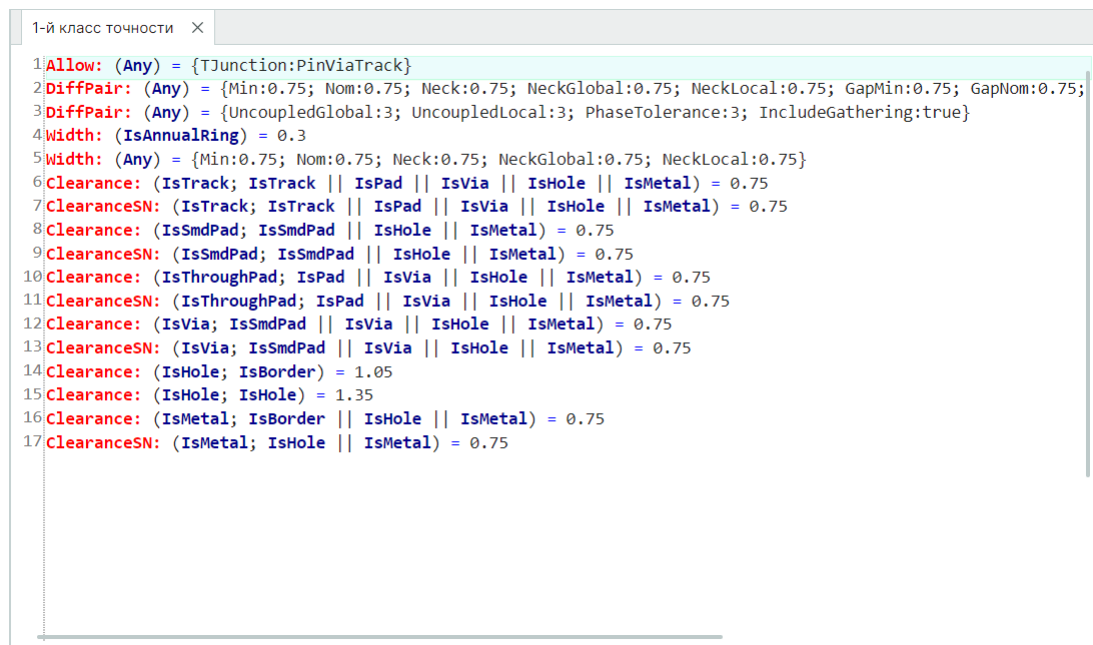

Рис. 123 Окно редактора правил
- Откорректируйте необходимые параметры правил проектирования в окне редактора правил, см. Рис. 123.